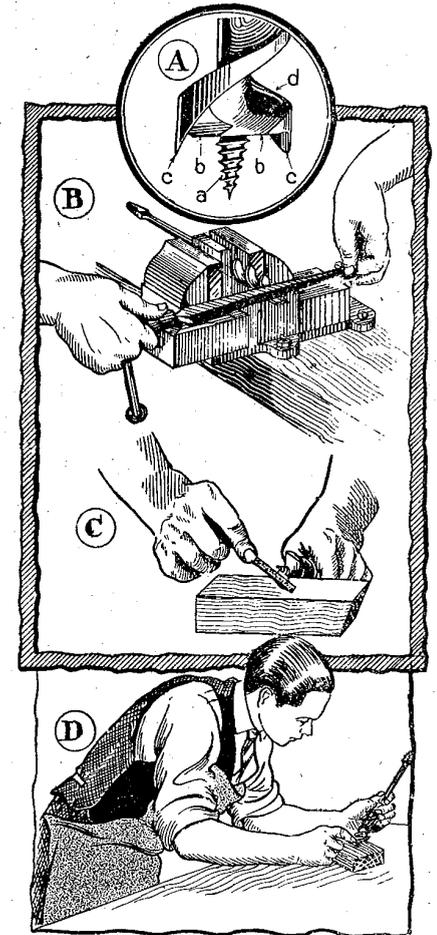

Figure 37
- E) Les mèches hélicoïdales, façon américaine (fig. 37).
L'affûtage se borne à retailler de temps à autre le filet *a* de la vis centrale (fig. 37, B), à l'aide d'un tiers-point très fin. Ensuite, il faut affûter la face interne des deux tranchants *c* (voir C) et aiguïser les tranchants *b* de deux cotés (voir D).